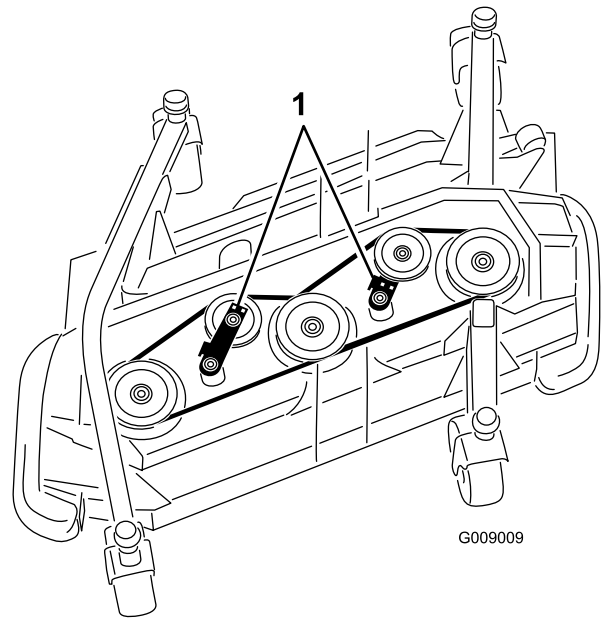

Figura 127
5. Con una leva a cricchetto o uno strumento simile, allontanate le pulegge tendicinghia dalla cinghia di trasmissione per allentare la tensione della cinghia e staccarla dalle pulegge (Figura 127).